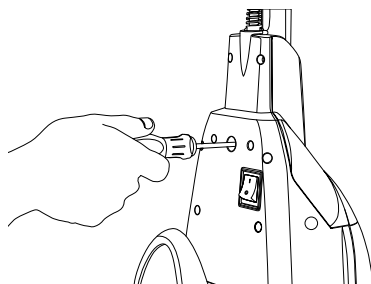

Fig. 1
1. Después de quitar primero el tornillo del mango, inserte el mango en el orificio de la parte superior de la aspiradora. (Fig. 1)